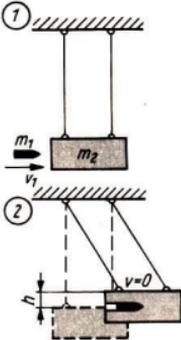

Bild 27
- 3.50 Zur Messung der Geschößgeschwindigkeit schießt man ein Geschoß, das die Masse $5,0 \text{ g}$ hat, in einen pendelnd aufgehängten Holzklotz, der dadurch aus der Ruhelage ausgelenkt wird. Das Geschoß bleibt im Klotz stecken (ballistisches Pendel, Bild 27). Berechnen Sie die Geschoßgeschwindigkeit unter der Voraussetzung, daß der Klotz eine Masse von $2,5 \text{ kg}$ hat und beim Pendeln eine Höhe von 50 mm über der Ruhelage erreicht.